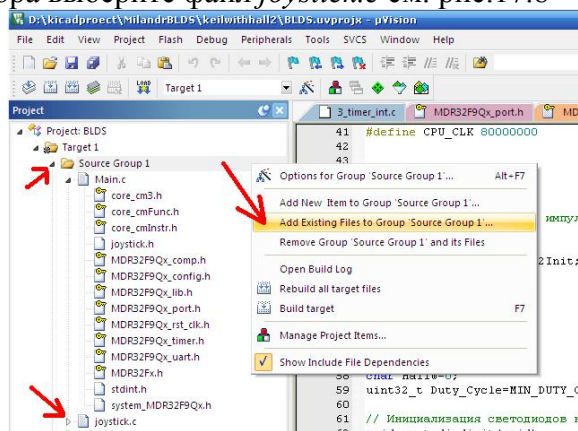

Рисунок 17.8 Добавление файла в проект.
5. Добавьте *joystick.c* в проект. Для этого на вкладке *Project Window* щелкните правой кнопкой мыши на *SourceGroup1*, в появившемся меню выберите *Add Existing Files to Group.....*, далее в окне выбора выберите файл *joystick.c* см. рис.17.8